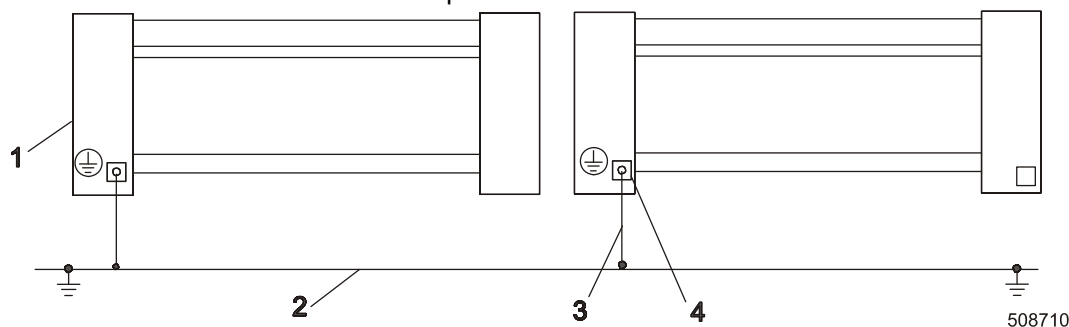

Fig. 4.4.F Interconexión protectora de las máquinas
Por razones de seguridad es necesario conectar la planchadora a la interconexión protectora del lavadero. Para esto sirve el borne de protección exterior de la máquina (fig. 4.4.F - pos. 4, M8), colocado en la parte posterior del bastidor izquierdo (fig. 4.4.F - pos. 4), marcado del símbolo de toma a tierra. El conductor protector para esta interconexión no forma parte integrante de la entrega junta a la máquina. La sección del conductor protector debe responder, como mínimo a los valores indicados en las tablas 4.4.C, D, E. No obstante, con la selección del cable de entrada menor que $2,5\text{mm}^2$, recomendamos seleccionar para la interconexión protectora un conductor de la sección de 4mm^2 como mínimo. Por una interconexión protectora y la toma a tierra de las planchadoras evitarán a la vez, a la influencia infavorable de la electricidad estática a la marcha de la máquina.